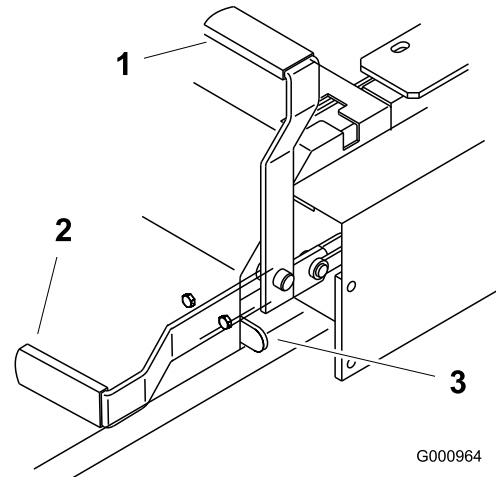

Figura 9
2. Tire de la palanca del freno de estacionamiento hacia arriba y hacia atrás para poner dicho freno (Figura 9). La palanca del freno de estacionamiento debe permanecer firmemente en esa posición.
Empuje hacia adelante y hacia abajo la palanca del freno de estacionamiento para quitar dicho freno (Figura 9). El freno de estacionamiento queda quitado y la palanca descansará en el tope del freno.